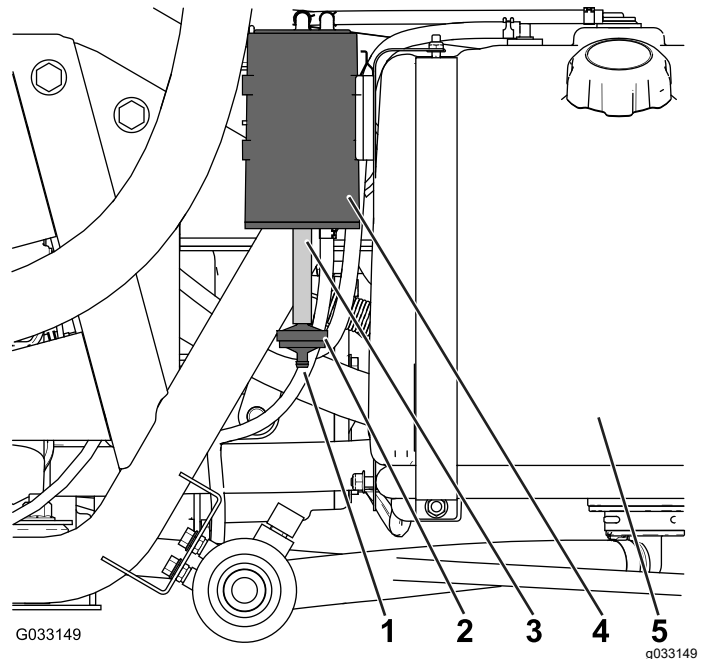

Figure 47
Vérifiez par l'ouverture au bas du filtre à air de la cartouche de charbon actif qu'il est propre et exempt de débris et d'obstructions (Figure 47).
1. Retirez le raccord cannelé du filtre à charbon actif au bout du flexible situé au bas de la cartouche, et déposez le filtre (Figure 47).